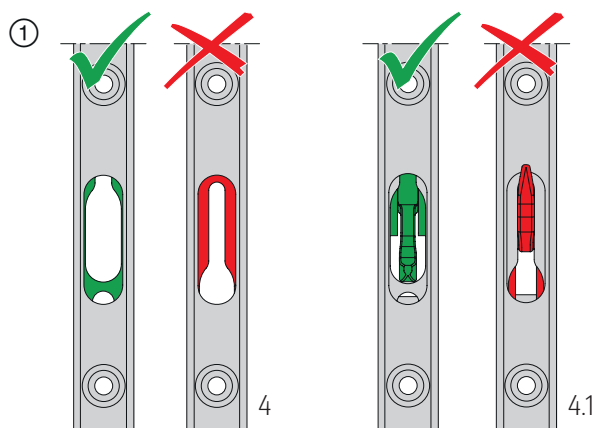
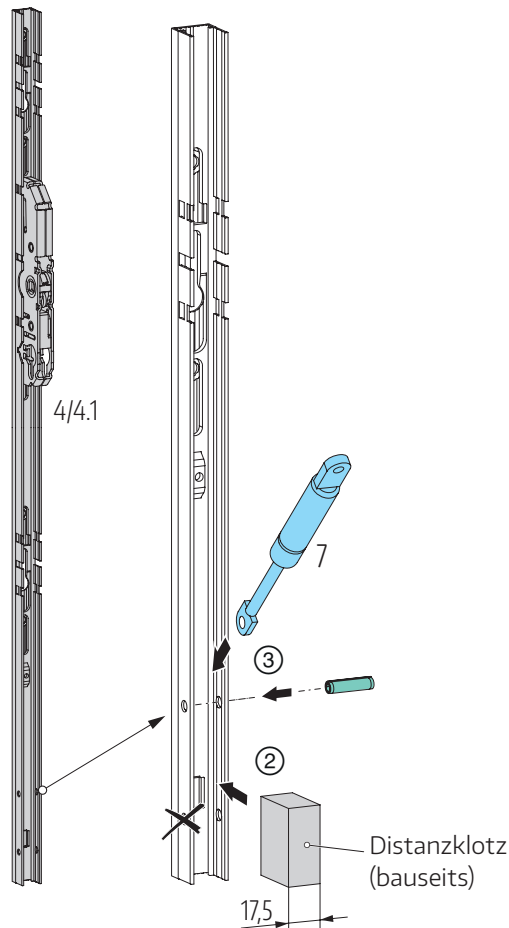

Abb. 14
Abb. 15
- ① Getriebe für Bolzen 4 oder Getriebe mit Haken 4.1 in Schiebestellung (angehobene Position) bringen; **Abb. 14**.
- ② Distanzklotz (bauseits) als Montagehilfe in Getriebebestulp einsetzen.
- ③ Gasdruckfeder 7 und Spannstift positionieren; **Abb. 15**.
- ④ Gasdruckfeder mit Spannstift an Getriebebestulp befestigen.
- ⑤ Unterlegscheibe positionieren,